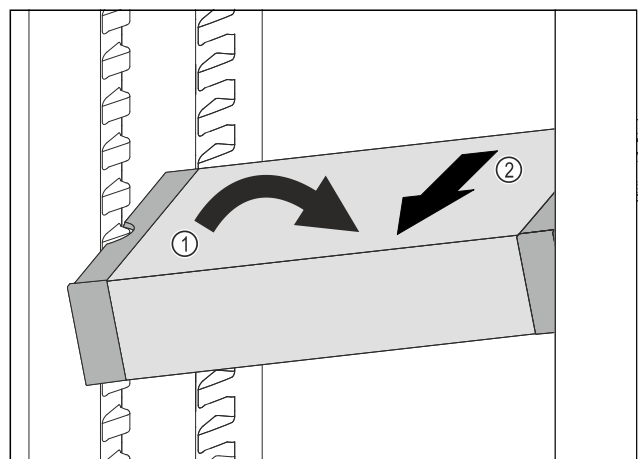

Fig. 73
- ▶ VarioSafe in het koelgedeelte schuin zetten. Fig. 73 (1)
- ▶ VarioSafe naar voren toe verwijderen. Fig. 73 (2)